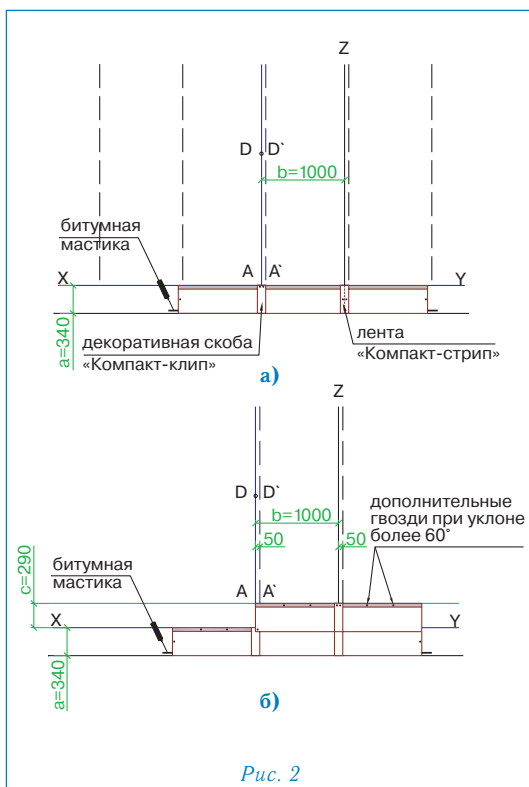

Рис. 2
Укладка материала (рис. 2)
- укладка черепицы начинается от линии AD, при этом ее верхний край выравнивается по линии XY (рис. 2а);
- листы первого ряда укладываются встык и фиксируются двумя гвоздями по центру коротких сторон на расстоянии 2 см от края (рис. 2а);
- правая сторона скобы «Компакт-клип» выравнивается по линии A'D' и фиксируется двумя гвоздями через специальные отверстия (рис. 2а);
- листы второго ряда черепицы укладываются от линии AD, их нижний край выравнивается по линии, параллельной XY; каждый лист фиксируется двумя гвоздями в 2,5 см от нижней стороны; стыки закрываются декоративными скобами «Компакт-клип», которые также фиксируются двумя гвоздями (рис. 2б);
Для крепления гибкой черепицы ПРЕСТИЖ НОВЫЙ РИМ используются гвозди из нержавеющей стали улучшенного прилегания (ершены) с гладкими широкими шляпками. Каждый лист ПРЕСТИЖ НОВЫЙ РИМ закрепляется четырьмя гвоздями, в соответствии с рекомендациями, приведенными выше (рис. 2б).
При укладке материала на скатах с уклоном более 60° каждый лист дополнительно фиксируется двумя гвоздями в верхней части (рис. 2б).